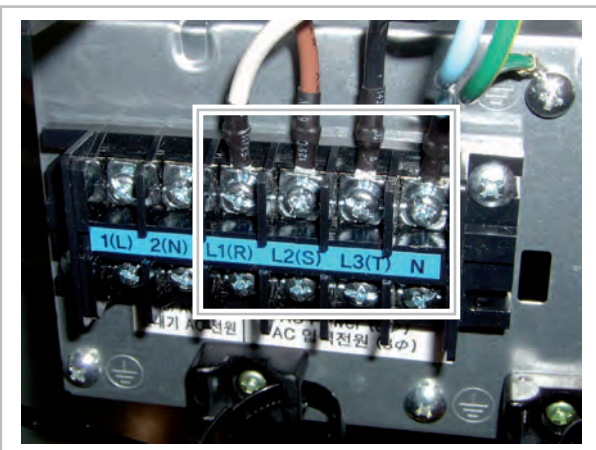

Fig. 10: Borne de raccordement du module externe WKF NEO 180
- En ce qui concerne la série WKF NEO 180, prenez en compte le fait que seules les bornes L1(R), L2(S), L3(T) et N sont raccordées (voir la Fig. 10).